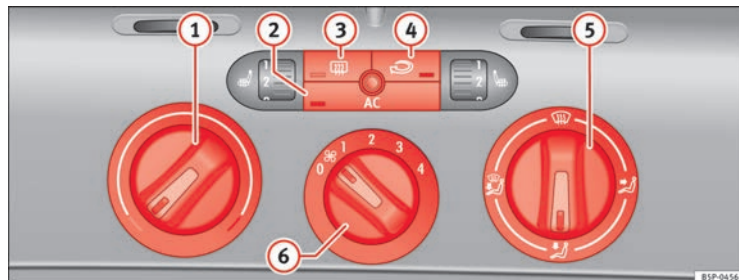

Fig. 126 Mandos del Climatic en el tablero de instrumentos
- Gire el regulador de la temperatura ⇒ **fig. 126 ①** hacia la derecha hasta alcanzar el grado de calefacción deseado.